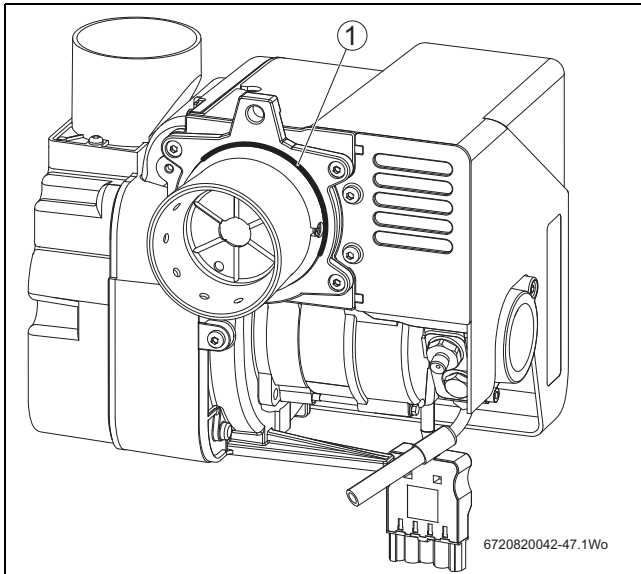

Fig. 82 Junta tórica del quemador
- ▶ Comprobar siempre que la junta tórica (fig. 82 ítem 1) se encuentre en perfectas condiciones antes de colocar el quemador.